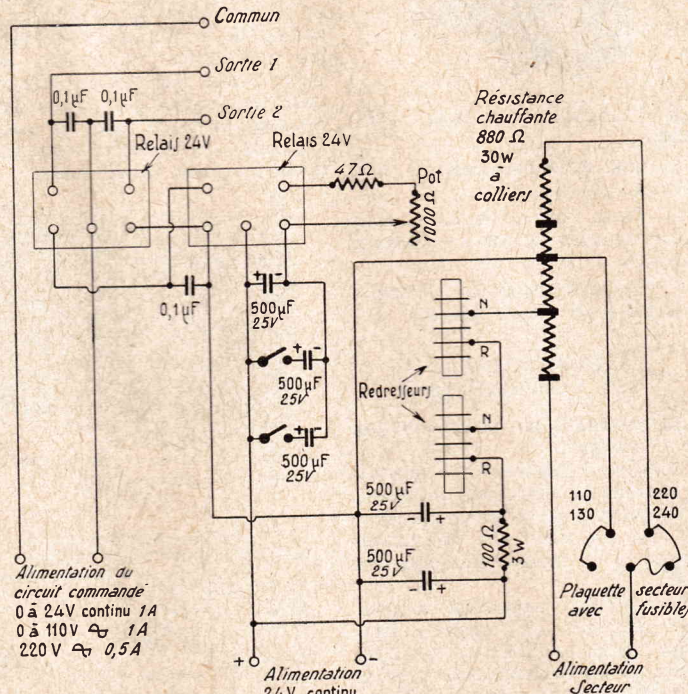

Fig. 1
Cette minuterie économique a été réalisée avec du matériel de surplus (1). Elle utilise en particulier des relais 24 V dont le branchement pratique des 5 cosses de sortie est représenté sur la figure 1. Ces relais sont présentés en boîtiers dont les dimensions sont réduites. La correspondance des cosses de sortie indiquée sur la figure 2 est indispensable pour comprendre le fonctionnement du dispositif.